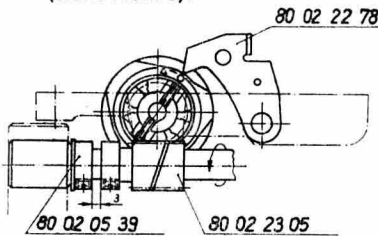

Abb. 3
- 2.3. Die Zentralschaltung wird eingesetzt unter der Beachtung, daß der hintere Fühlhebel auf die an der Kurvenpaketstirnseite befindliche kreisförmige Markierung „o“ zeigt (siehe Abb. 3).